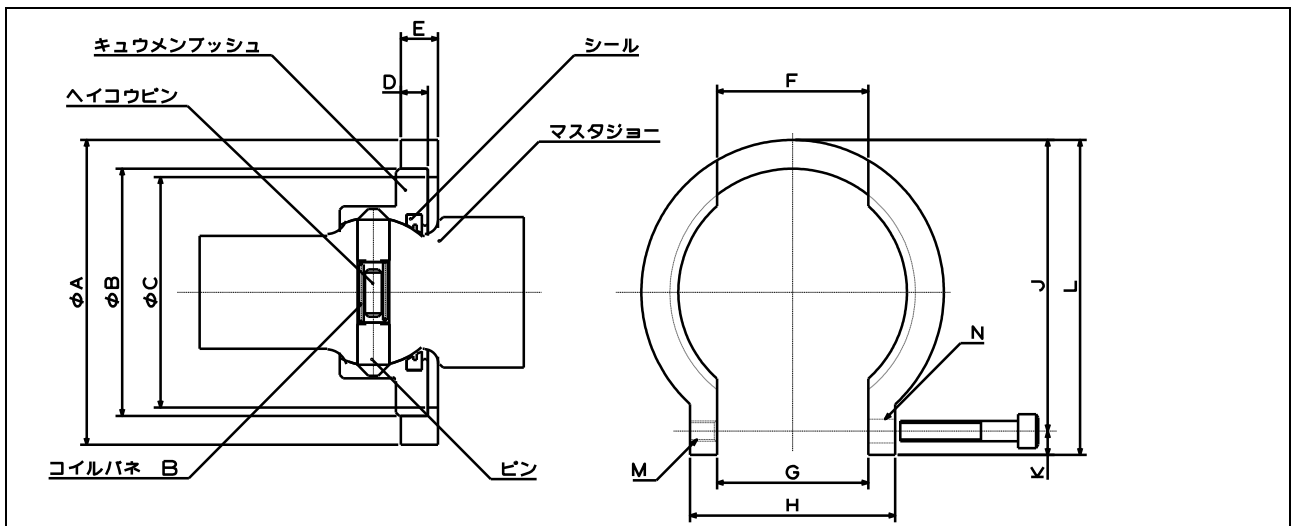

図6-1 球面ブッシュ取付治具
- ・ 作業には図 6-1 の球面ブッシュ取付治具およびスリーボンド社製液状ガスケット 1212 が必要です。あらかじめご用意ください。
- ① 球面ブッシュ分割面の古い液状ガスケットを取り除き、水分・汚れ等を拭き取った後、スリーボンド社製液状ガスケット 1212 を塗布します。
- ② マスタージョー【9】に平行ピン【35】、コイルバネ【17】、ピン【16】を組み込み球面ブッシュ【10】にシール【18】をはめ、球面ブッシュを両側から合わせる様にセットして下さい。この時、球面ブッシュの下部をつかみピンを両側から押し込みながら、球面ブッシュの割れ目がぴったり一致するまでバイスを締めて下さい。ここで2・3回バイスをゆるめたり締めたりして下さい。
- ③ バイスで固定した状態で、球面ブッシュ取付け治具を、図 6-1 のように、はめ込み、治具をボルトで締付けて下さい。これでバイスからはずしてもマスタージョウに球面ブッシュがセットされた状態で維持できます。
- ④ ベアリング【13】を組み込んだプランジャ【5】をボデー【1】にセットして下さい。本体との位置関係に注意して下さい。